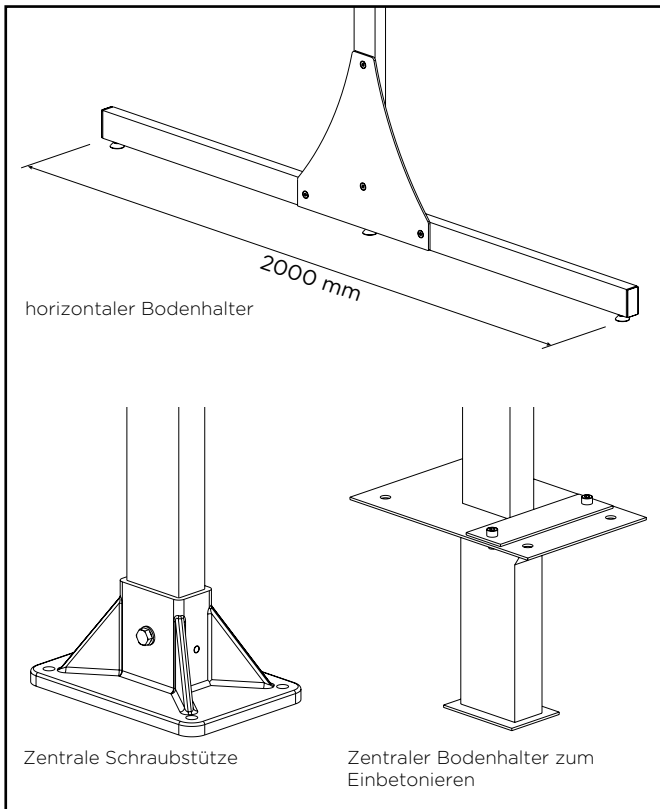

Abb. 9 : Bodenhalterungen
- Zentraler Bodenhalter zum Einbetonieren. (siehe Abb. 9)